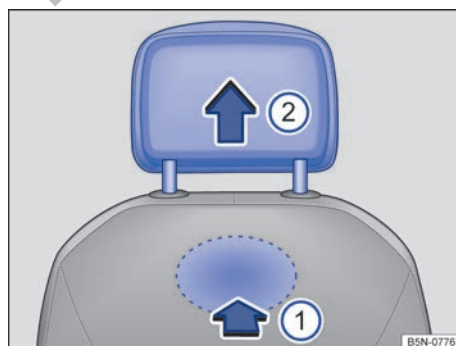

Fig. 75 Apoyacabezas delantero: desmontaje.
- Para desbloquearlo, busque el rebaje situado en la parte posterior del respaldo por la zona marcada y presione en el sentido de la flecha → fig. 75 ①.
- Extraiga el apoyacabezas en el sentido de la flecha ②.